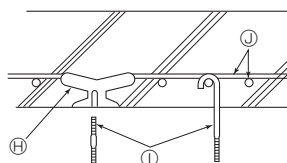

Рис. 2-5
#### ② Железобетонные конструкции (Рис. 2-5)